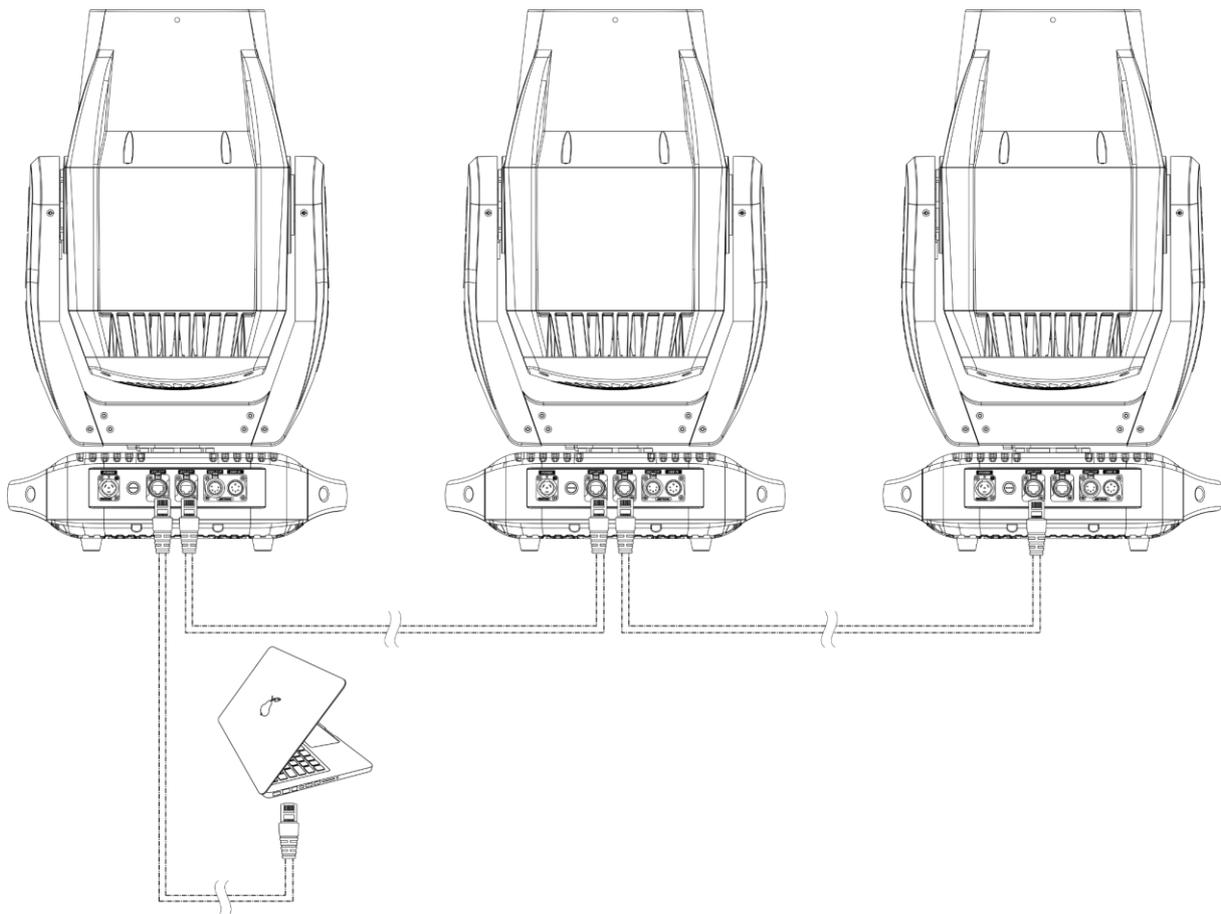

Abb. 09
- 05) Verbinden Sie die Geräte wie in Abb. 09. Schließen Sie den RJ45-Ausgang des ersten Geräts mit einem CAT5/CAT6-Kabel an den Eingang des zweiten Geräts an. Wiederholen Sie diesen Vorgang, um die restlichen Geräte anzuschließen.